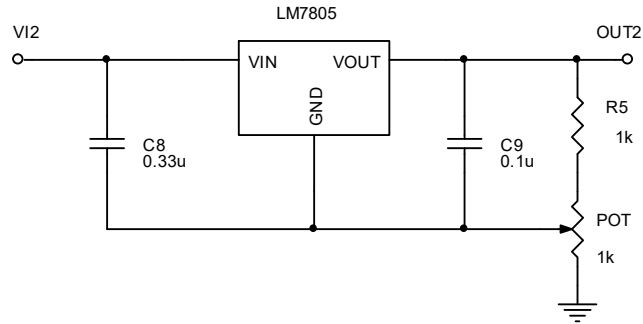

Fig. 4. Stabilizator cu tensiune de ieșire reglabilă
- Pentru circuitul din Fig. 4. calculați valorile minimă și maximă ale tensiunii de ieșire  $V_O$ .
- Realizați circuitul din Fig. 4. (montajul aflat în partea dreapta sus a montajului experimental) prin aplicarea tensiunii de intrare în punctul  $VI2$ .